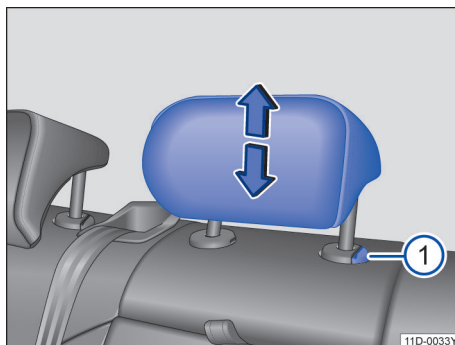

图 66 调整后头枕
- 按住按钮→图 66①，同时沿箭头方向上推或下压头枕即可将头枕调整至合适高度→▲。